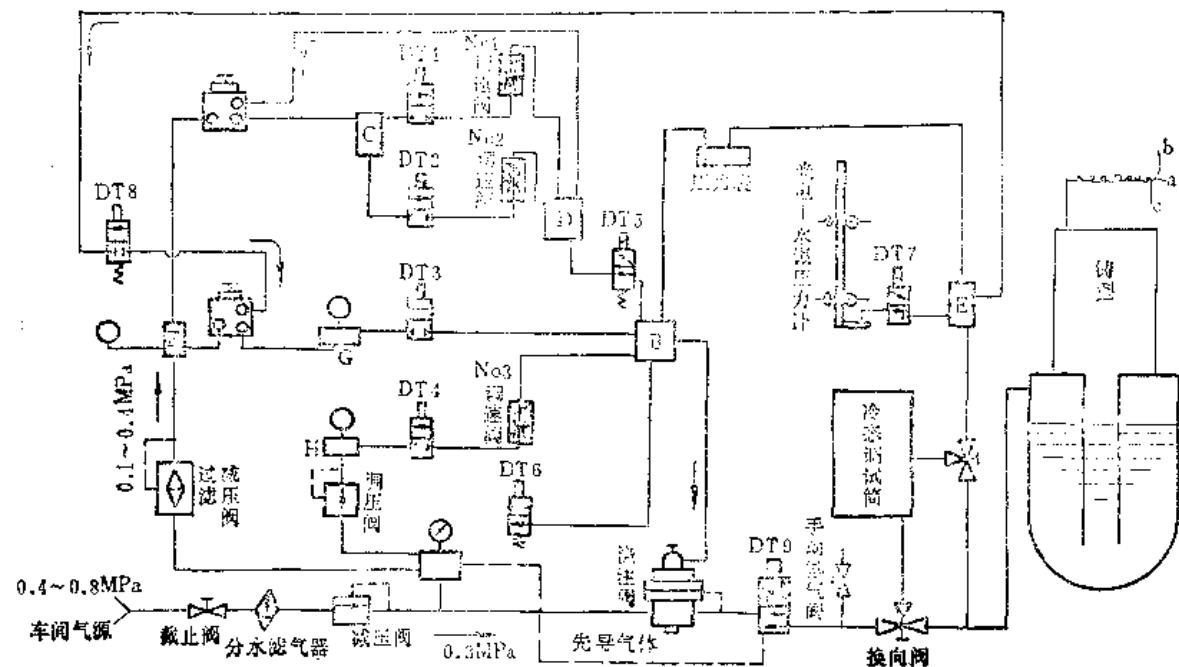

图6-2-3 LPN-A3型液面加压控制系统原理图
⑥ 联结主回路与控制回路安装板之间的插头插座，不允许带电拔出或插入。
① LPN-A3型液面加压控制系统的维修。该加压控制系统性能可靠，使用范围广、操作灵活方便。它可用于湿型、干型、石膏型、石墨型、金属型等低压铸造，可任意调定和分级控制各阶段的加压工艺参数。图6-2-3为LPN-A3型液面加压控制系统原理图。